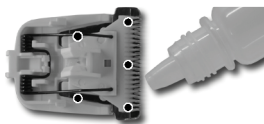

Figure 5 : dépose de l'huile lubrifiante.
5. Déposer 1 à 2 gouttes d'huile sur chacun des 5 points de lubrification de la lame (Figure 5).